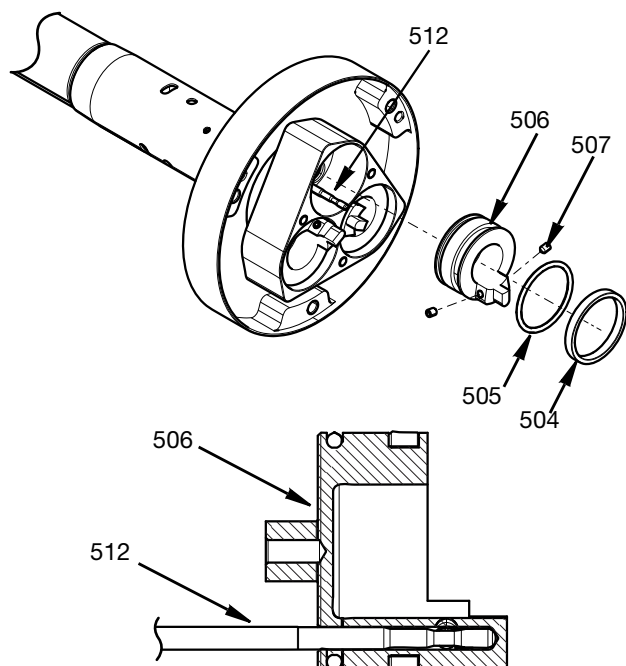

FIG. 31
- a. Promažte o-kroužky (505) a vodící kroužky (504) syntetickým mazacím tukem.
- c. Vložte písty do skříně válce (509) a vyrovnejte otvor jehlového uzavíracího ventilu se samotnou jehlou ventilu (512).
- d. Stiskněte písty a jehlový uzavírací ventil k sobě tak, aby jehlové uzavírací ventily zapadly do otvoru pístu. Viz FIG. 31.
- e. Naneste lepidlo na závity (Loctite™ 242 Blue nebo ekvivalentní) na dva šrouby M4 (507) a dotáhněte je, aby se píst a jehlový uzavírací
- f. Zkontrolujte pohyb jehlového uzavíracího ventilu a pístu tak, aby se pohybovaly rovnoměrně bez zadržávání. Viz FIG. 31.